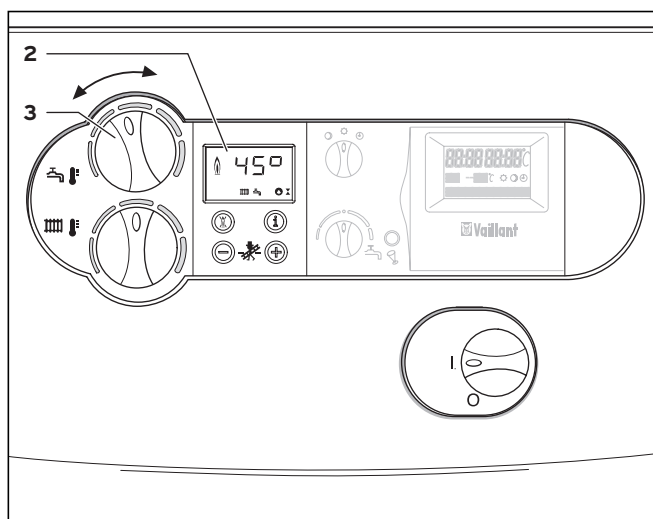

Fig. 4.6 Setarea temperaturii boilerului (numai cu boiler de apă caldă menajeră racordat)
Dacă temperatura boilerului scade sub valoarea setată, aparatul intră automat în funcțiune și pornește încălzirea boilerului. În timpul încălzirii boilerului, pe display (2) este semnalată intermitent indicația , vezi fig. 4.6.
- În acest scop, rotiți butonul (3) de reglare a temperaturii apei calde menajere până la limita din stânga, vezi fig. 4.6. Rămâne activă funcția de protecție contra înghețului pentru boiler.